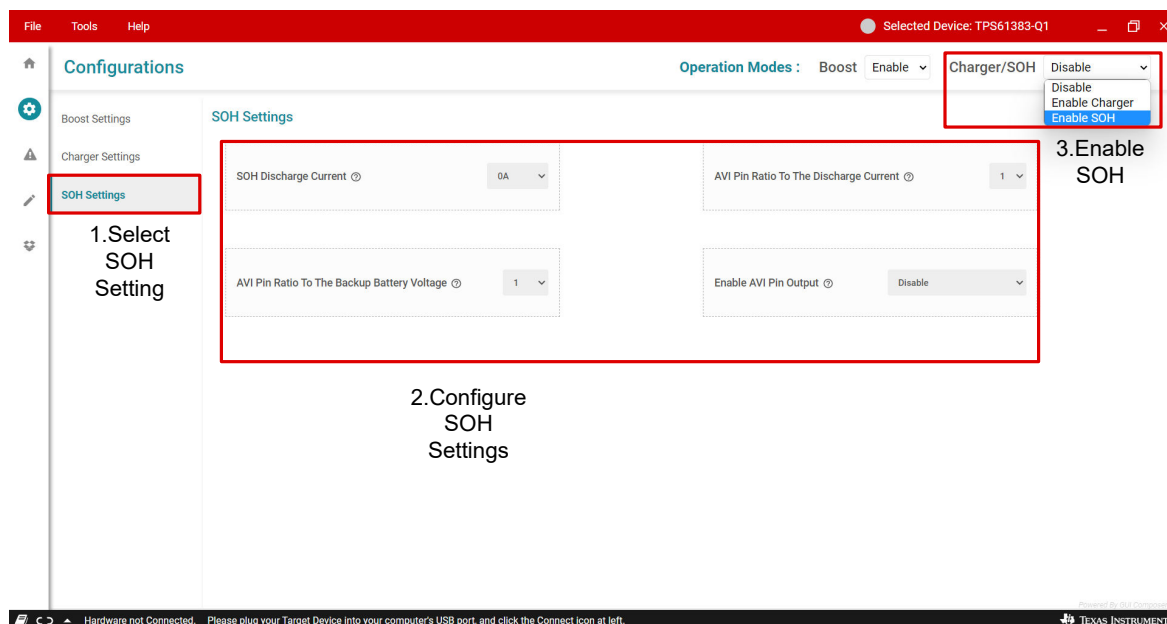

图 3-5. SOH 设置表
- 单击 **SOH Settings** 按钮，切换到 SOH 设置表 (请参阅图 3-5)。根据设计目标设置 SOH 放电电流、AVI 引脚输出比、AVI 输出等。